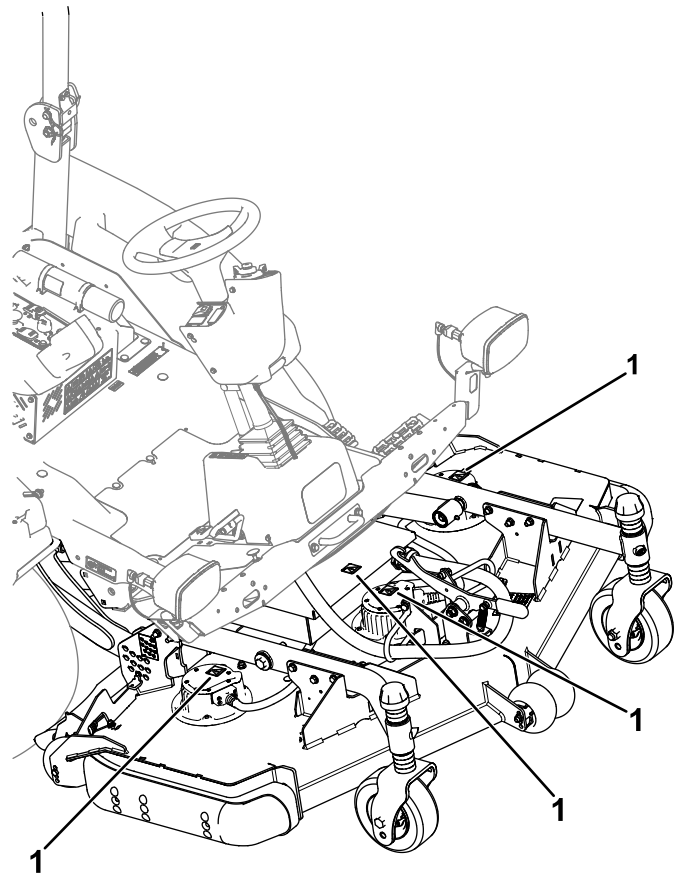

Figura 39
- Motori dell'apparato di taglio (Figura 39)
- Protezione dei comandi dell'unità di taglio (Figura 39)